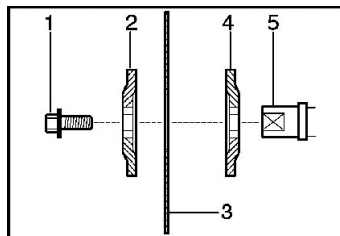

Рис. 11
- Систематически контролируйте состояние угольных щеток электрического двигателя (загрязненные или чрезмерно изношенные щетки могут вызвать сильное искрение и уменьшение частоты вращения инструмента, а также выход его из строя). Предельный износ угольных щеток – остаток менее 5 мм (рисунок 11).